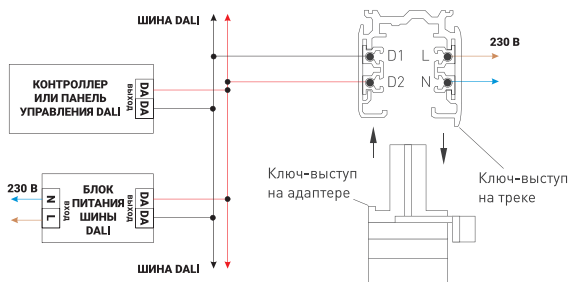

Рис. 2. Схема подключения светильников с управлением DALI
- 3.4. На коннекторе питания открутите винт и снимите крышку. Подсоедините провода, подводящие питание, к винтовым клеммам согласно схеме на рис. 2. Используйте 5-жильный кабель. Обязательно подключите защитное заземление к клемме GND.